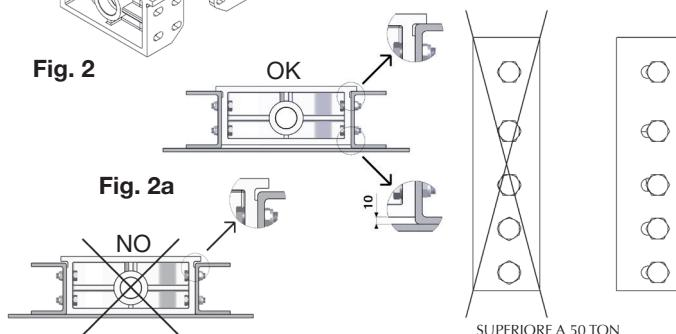

Fig. 3
- Dado e rondella devono sempre stare dalla parte interna del supporto in caso di carico superiore a 50 ton. (Fig. 3).